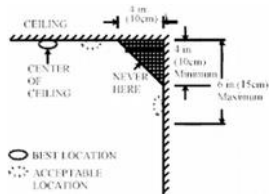

Figure 4: Beste und akzeptable Montageorte für Melder
- ◆ Montieren Sie den Melder möglichst in die Mitte des Raumes. Falls dies nicht möglich ist, muss der Melder min. 10cm von Wänden und Ecken entfernt montiert werden, siehe Figure 4.